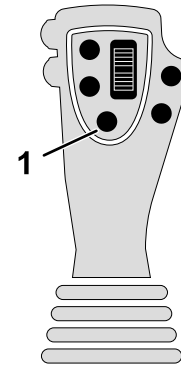
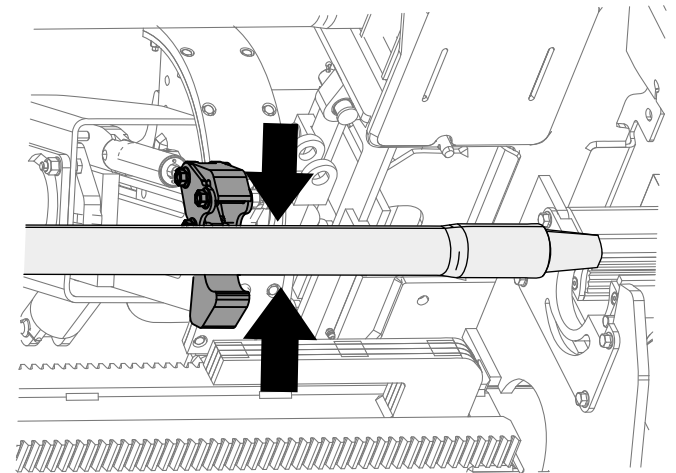

Figura 19
Figura 20
6. Mantenga pulsado el botón inferior izquierdo del joystick izquierdo para agarrar el tubo (Figura 19 y Figura 20) y suelte el botón.